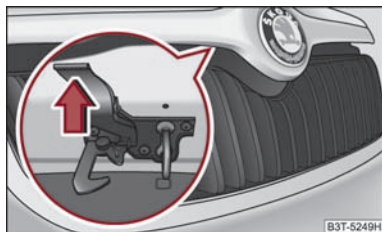

Abb. 13 Kühlergrill: Sicherungshebel
- Ziehen Sie den Sicherungshebel ⇒ **Abb. 13**, die Motorraumklappe wird entriegelt.